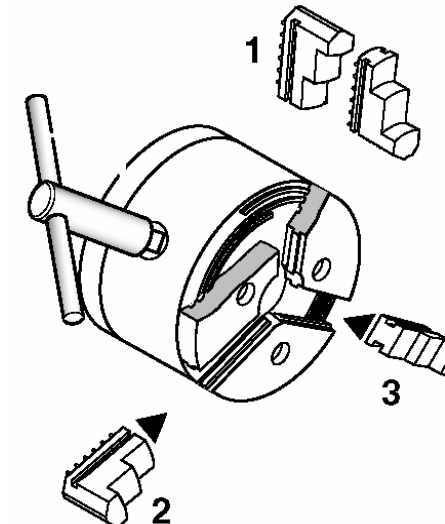

Fig. 4: Wenden, bzw. tauschen der Backen von Innenstellung nach Außenstellung.
- Die Backen mit dem Futterschlüssel so weit nach außen drehen, dass sie aus dem Futter entnommen werden können, siehe auch Fig. 4. Abgebildet ist ein Dreibackenfutter, dasselbe gilt auch für die Vierbackenfutter. Beim Art. 24410 muss natürlich jede Backe einzeln herausgedreht werden.